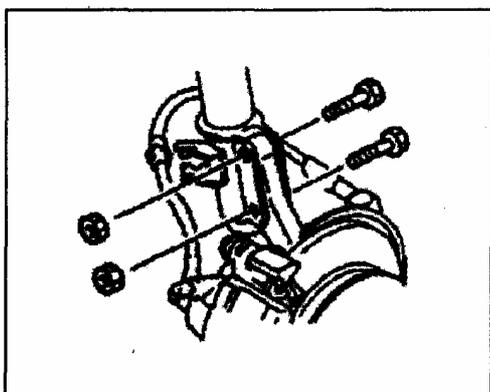

Рис. 508
6) Снимите болт кронштейна стойки (Рис. 508).